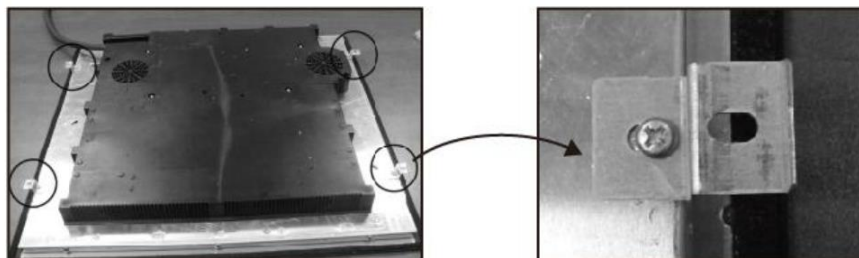

Fig. 5
- Al termine dell'installazione, fissare la piastra di cottura al piano di lavoro mediante 4 viti da avvitare sul lato inferiore della piastra di cottura (vedi fig. 5). Adattare la posizione della staffa di montaggio in base ai diversi spessori del piano di lavoro.